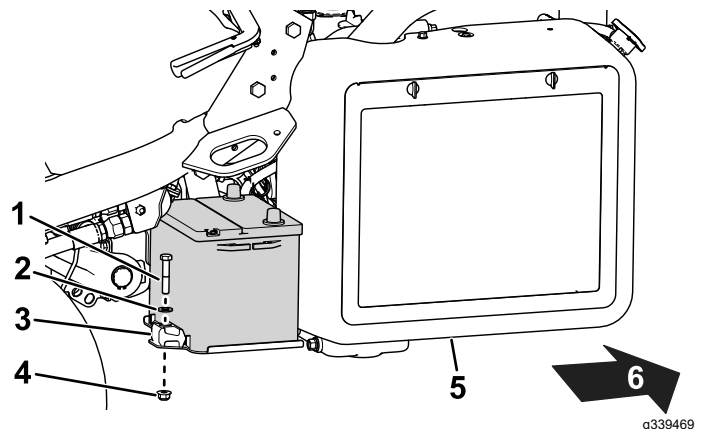

Figura 36
2. Îndeșărtați elementele care fixează bateria în compartimentul său (Figura 36) i scoateți bateria.
5. Aezai bateria în compartimentul acesteia i fixeaz-o cu elementele de fixare îndeșărtați anterior (Figura 36).